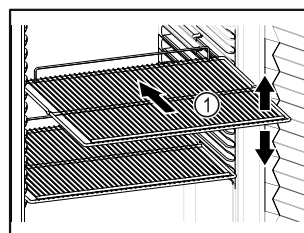

Fig. 82 Voorbeeld
- Indien de legroosters *Fig. 82 (1)* verplaatsbaar zijn, deze aan de hoogte aanpassen.